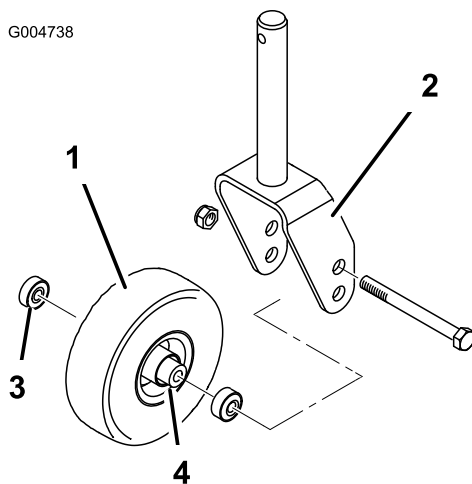
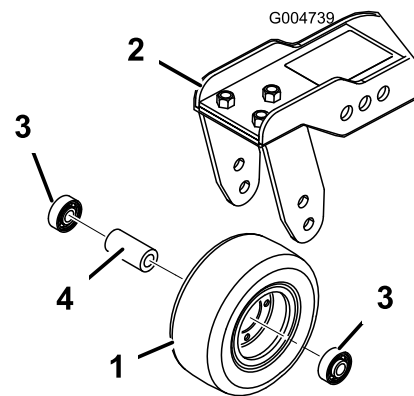

Bild 88
Bild 89
1. Entfernen Sie die Sicherungsmutter von der Schraube, mit denen das Laufrad in der Mitte der Laufradgabel (Bild 88) oder am Laufradgelenkarm (Bild 89) befestigt ist. Halten Sie das Laufrad fest und schieben die Schraube aus der Gabel oder vom Gelenkarm ab.
2. Entfernen Sie das Lager aus der Radnabe und lassen das Lagerdistanzstück herausfallen (Bild 88 und Bild 89). Entfernen Sie das Lager aus der gegenüberliegenden Seite der Radnabe.